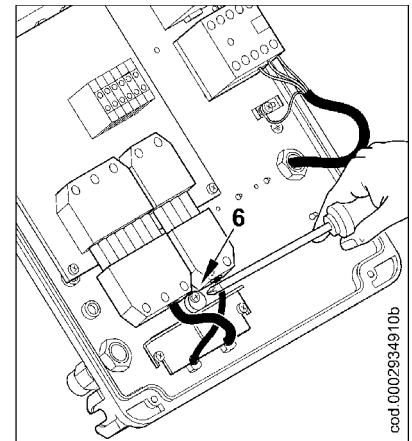

Рисунок 3
- 3) Поместите кабельный зажим, как указано на рис. 3. Поверните эксцентрик (6) так, чтобы пластинка зажима оказала должное давление на два кабеля, теперь можно затянуть винты, фиксирующие пластинку зажима. Наконец, соедините два разъёма 7-ми и 4-штырьковый.